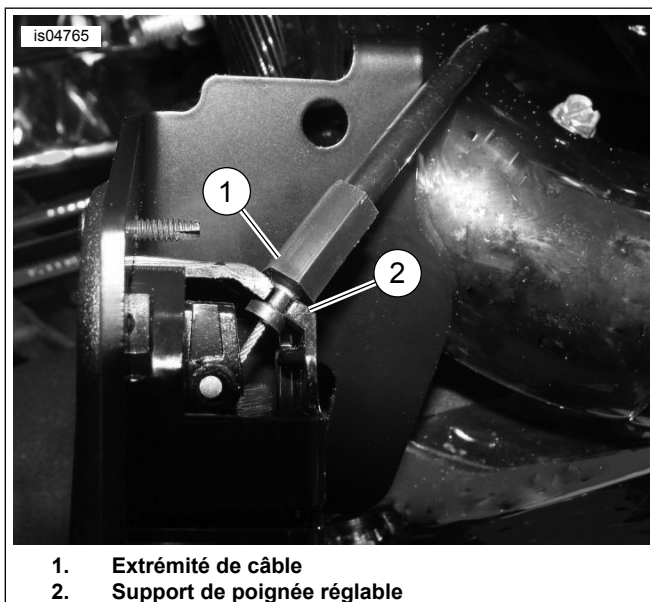

Figure 7. Position du câble de réglage de la selle (vue depuis le dessous de la poignée installée)
6. Consultez Figure 7. Vérifier que l'extrémité du câble (1) est fixée dans le support (2) avant d'acheminer le câble du dossier.
13. Consultez Figure 7 . Vérifier que l'extrémité du câble (1) est fixée dans le support (2) avant d'acheminer le câble du dossier.
9. Consultez Figure 7 . Vérifier que l'extrémité du câble (1) est fixée dans le support (2) avant d'acheminer le câble du dossier.